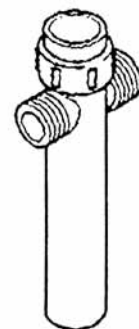

Рис. 7
**! При установке под кухонной мойкой должна использоваться специальная переставная труба (например, Geberit (рис. 7) арт.1 152.242.11.1) NW40 с патрубком для отвода воды утечки 90°.**